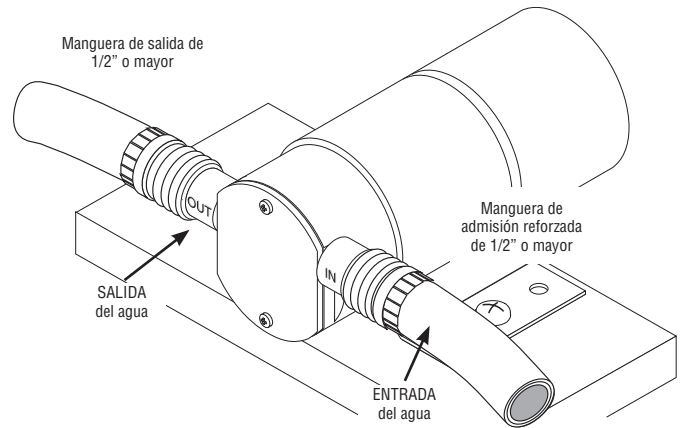

Figura 2 - Conexiones de la manguera
3. Conecte la manguera de salida. Asegúrese de que la manguera de salida sea lo más corta posible - 25 pies de largo o menos. Consulte la Figura 2 (bomba típica se muestra).